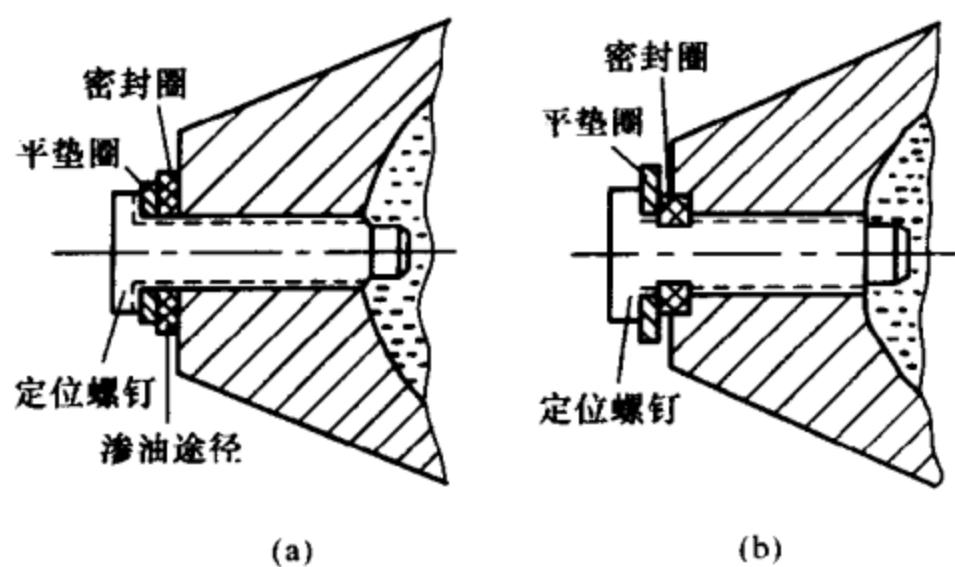

图 1-55 基座中部定位螺钉示意图
(2) 阻尼器部位。由阻尼器、密封圈及 4 颗螺丝组成。如基座下侧止口与阻尼器密封圈配合不当，或 4 颗螺丝上得不均匀，都将造成渗油现象。在每次检修更换阻尼器内的密封圈时，要求放尽断路器内的油。在装阻尼器前，将止口及基座与阻尼器的接触面和基座上的 4 个螺孔，都要抹净油迹。因放油时有少量油渗流入孔内，如不抹净油迹，待上好阻尼器后，放油时流入螺孔内的少量油将沿螺纹渗爬出来而聚集在 4 颗螺丝头上，形成假渗油（挂油）现象。更换阻尼器的密封圈，如缺乏备件，可采用 4mm 厚的耐油橡胶板加工代用。
(3) 基座中部定位螺钉。首先将基座中部的定位螺孔，原无托位改为有托位，如图 1-55 所示。如螺孔直径 12mm，扩大至 18mm、深 2mm；定位螺钉的加工及油封的加工方法，与放油螺钉加工方法是一样的，可淘汰原有定位螺钉及原有油封。